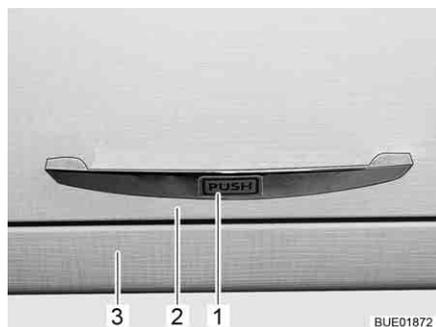

Fig. 43 Trampilla de mueble con desbloqueo por presión
- Presionar la trampa de mueble (Fig. 43,2) en el tirador (Fig. 43,1) contra el cuerpo del armario (Fig. 43,3). La trampa de mueble está desbloqueada.